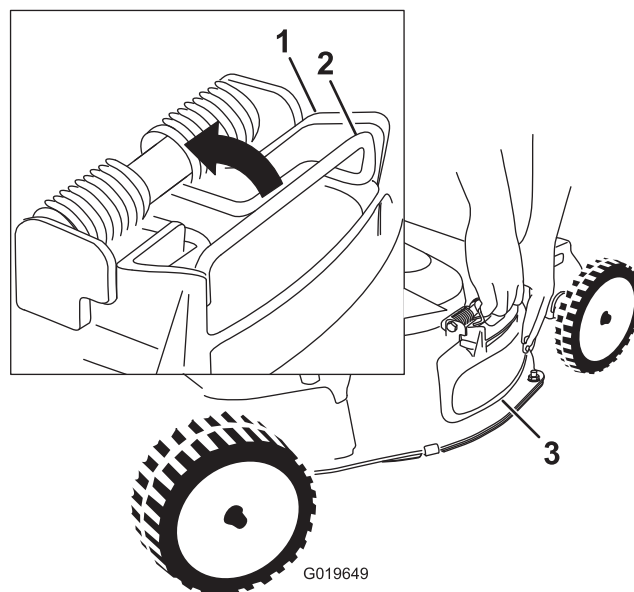

Figure 26
4. Déposez le déflecteur d'éjection latérale en tirant sur le ressort qui le maintient en place (Figure 26).